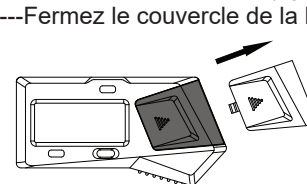

fig.1
---Retirer le couvercle de la batterie (fig.1)